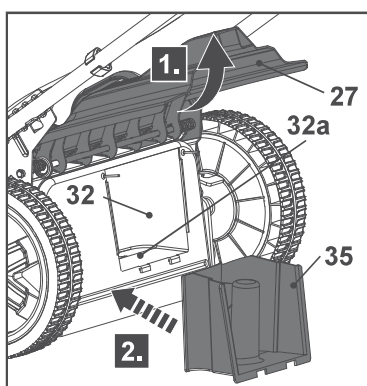

Fig. 17
**NOTA:** trituração significa o corte e o retorno de restos de relva ao relvado num só passo: a relva cortada é reduzida a aparas muito miudinhas e depois, distribuída uniformemente pelo relvado. Em condições normais, a relva triturada biodegrada-se rapidamente, fornecendo nutrientes ao relvado. Não insira o recipiente de recolha de relva (28) e o encaixe do triturador (35) ao mesmo tempo.
1. Abra a proteção defletora traseira (27), mantenha em posição e insira o encaixe do triturador (35) na conduta de descarga traseira (32) (Fig. 17). Verifique se o trinco de bloqueio (35a) encaixa na ranhura da conduta de descarga traseira (32a) com um estalido.